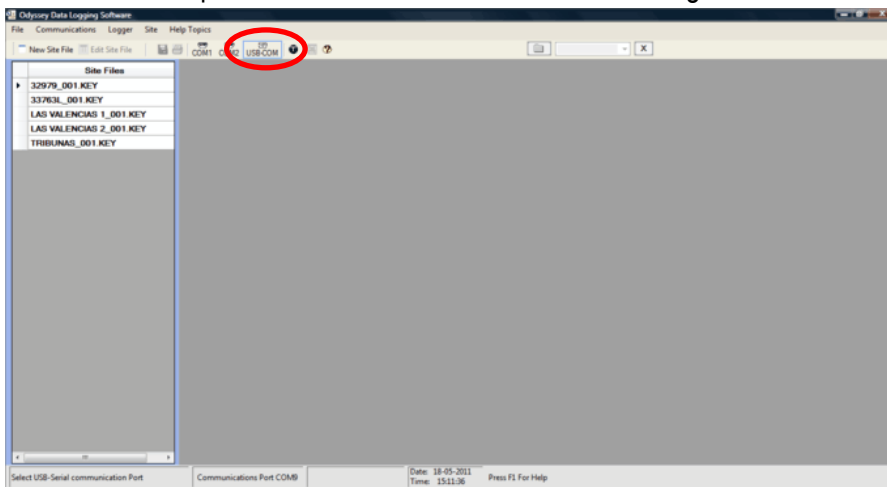

Figura 2. Selección del puerto de comunicación USB
2.2 Se selecciona el puerto de comunicación USB-COM. Ver figura 2.